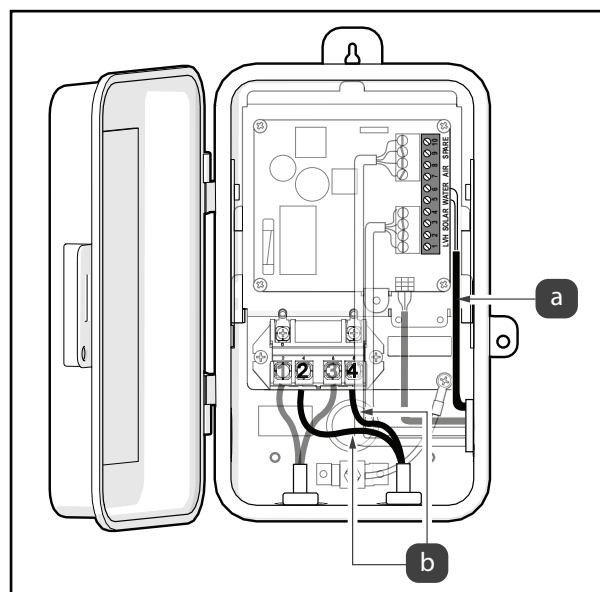

Figure 13. Connectez les câbles de la charge d'entrée
6. Installez les câbles basse tension. Installez les fils pour les connexions du capteur de température à travers la débouchure latérale, reportez-vous à la Figure 13 (a).
14. Branchez une entrée « Load » depuis la borne 2 et l'autre vers la borne 4, reportez-vous à la Figure 13 (b).